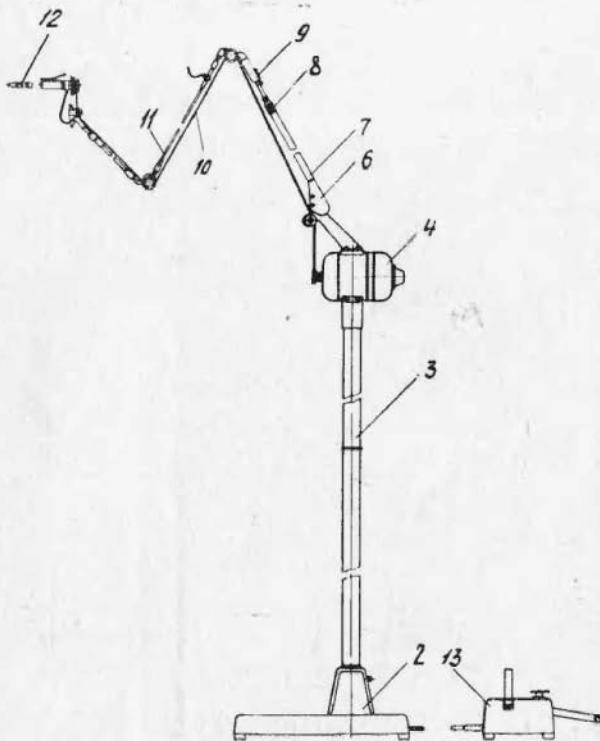

Рис. 1
4.1. Бормашина (рис. 1) состоит из стойки 3 с основанием 2 и электродвигателем 4, пускорегулирующего устройства 13 (ПРУ), стойки бормашины 7, жесткого рукава 11, зубоврачебного наконечника 12, шнура бесшовного 10.
6.2.2. Вставьте жесткий рукав, наденьте шнур бесшовный, отрегулировав натяжение шнура с помощью удлинителя 9 (рис. 1) в стойке бормашины. Удлинитель выдвигается и закрепляется с помощью гайки зажимом цанги.